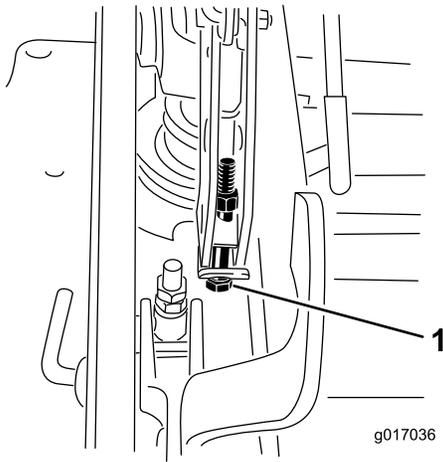

Figura 95
12. Si la carcasa está demasiado baja, apriete el perno del ajuste de un solo punto girándolo en el sentido de las agujas del reloj. Si la carcasa está demasiado alta, afloje el perno del ajuste de un solo punto girándolo en el sentido contrario a las agujas del reloj (Figura 95).